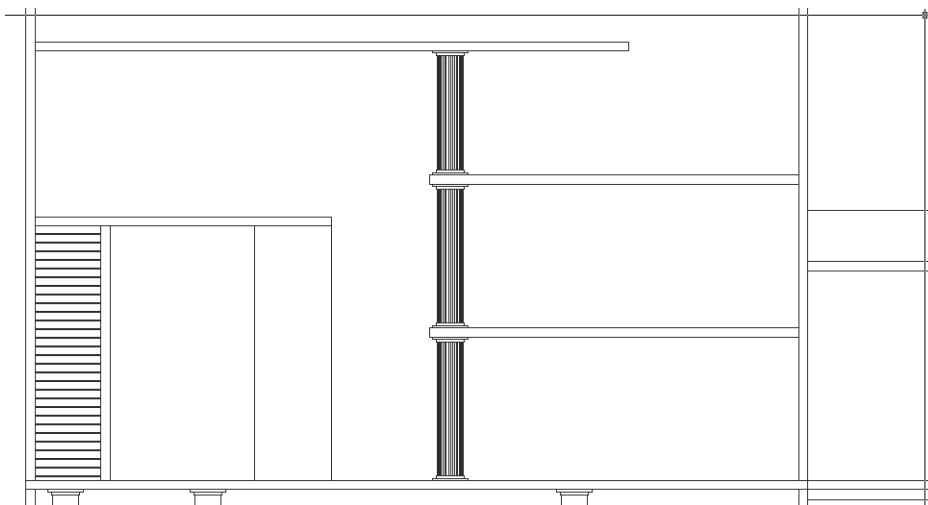

Рис. 9.11 ▼ Вертикальные линии штриховки, обозначающие криволинейную поверхность на виде спереди, после обрезки
11. Удалите все радиальные линии на виде сверху, а затем измените масштаб просмотра так, чтобы хорошо видеть опору на главном виде, и обрежьте все лишние сегменты вертикальных линий, как показано на рис. 9.11.